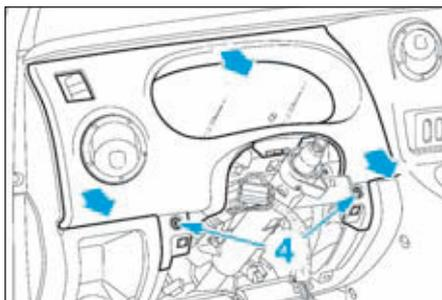

FIG.8
- Déposer les deux vis de fixation (4) (Fig.8) de la garniture d'encadrement du tableau de bord.